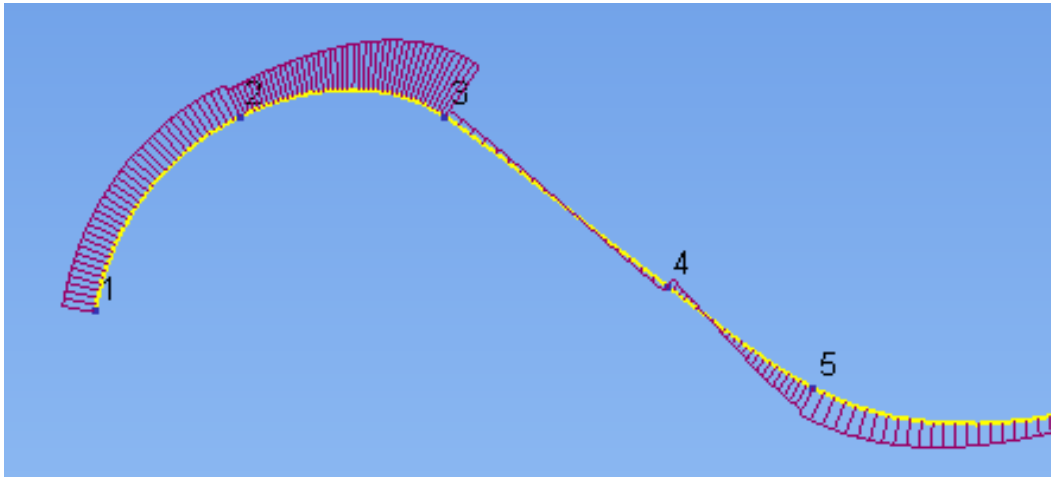

Рис. 5.7 Зміна кривизни та нумерації точок
- *Вмикання / вимикання графік кривизни* - дозволяє відобразити епюра кривизни кривих. Епюра кривизни показує кривизну уздовж кривої. На ділянках меншою кривизни епюра коротше, на ділянках більшої кривизни - більше. Епюра кривизни кривих, що утворюють поверхні показує кривизну уздовж кривих по нормалі до поверхні (рис. 5.7).